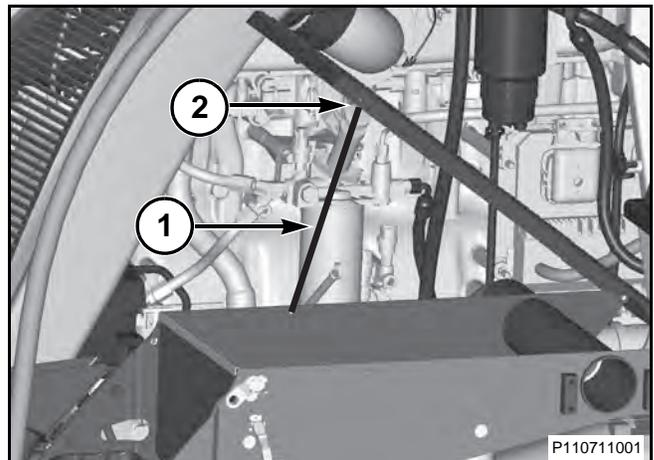

FIG. 55
FIG. 55: La máquina está equipada con un área de almacenamiento para herramientas. El área de almacenamiento está situada debajo del escalón superior. Cuando use el área de almacenamiento, inserte la varilla de soporte (1) en el orificio (2).